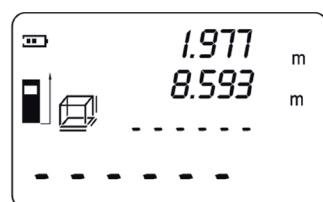

Fig. 13
- Nuovamente premere il tasto "Read" per visualizzare la larghezza nella seconda riga del display. La riga per l'altezza nel simbolo inizia a lampeggiare (fig. 13).